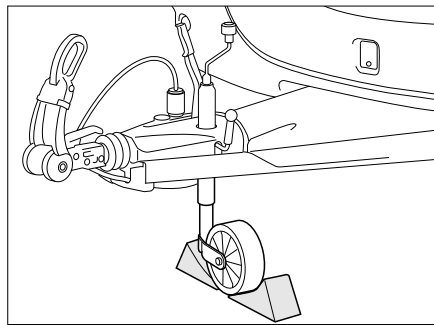

Bild 178 Stützrad sichern
- Das Stützrad quer zur Fahrtrichtung stellen und mit geeigneten Hilfsmitteln sichern (Bild 178).